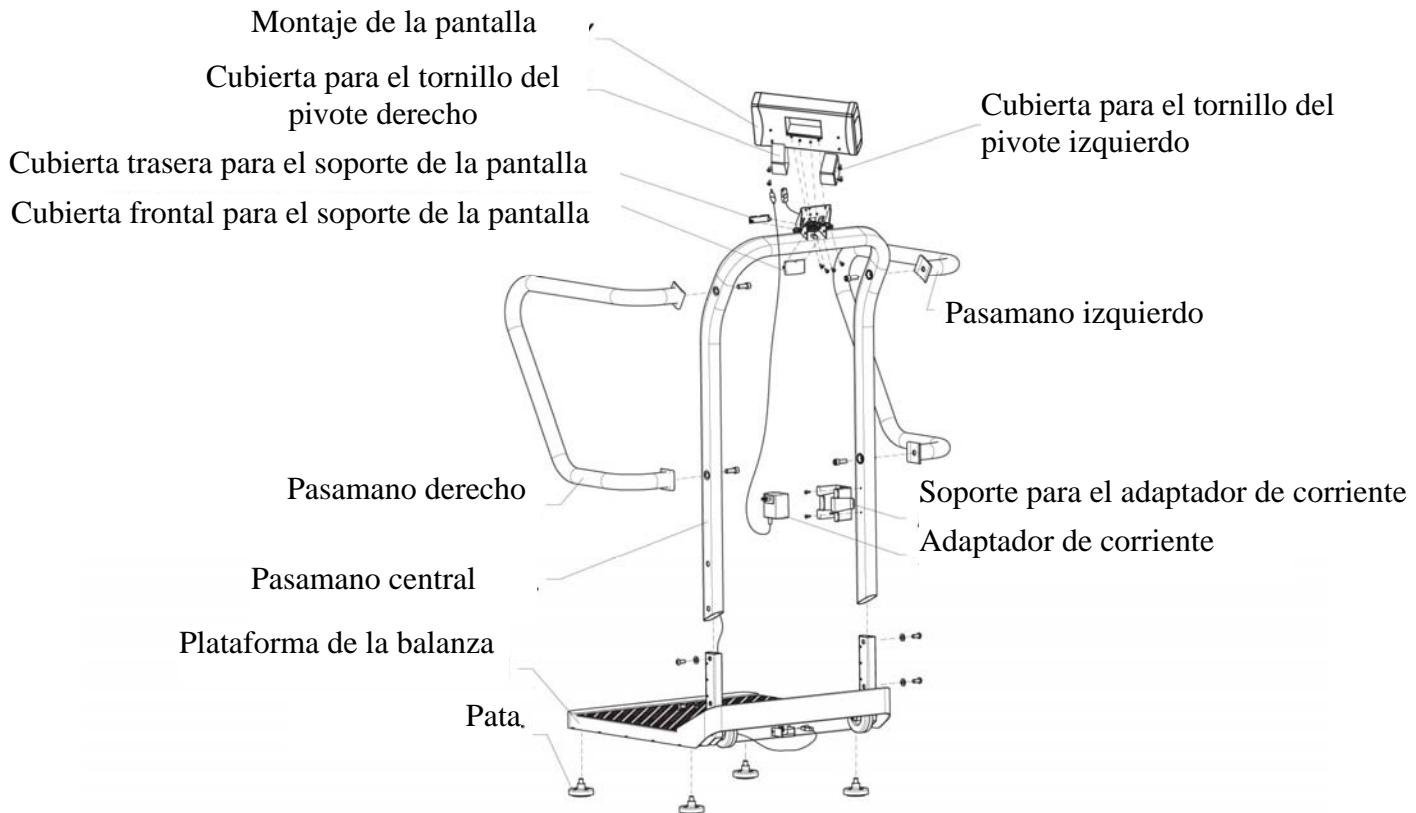

Figura 2
8. Tire del resto del cable a través de la parte superior del pasamano central (ver la figura 2 en la página 9).
17. Adjunte las cubiertas frontales y posteriores del soporte de la pantalla y aplique una ligera presión para que ensamblen en su lugar (ver la figura 2 en la página 9).
3. Conecte el adaptador opcional de corriente en el puerto para adaptador de corriente que se encuentra en el montaje de la pantalla (ver la figura 2).